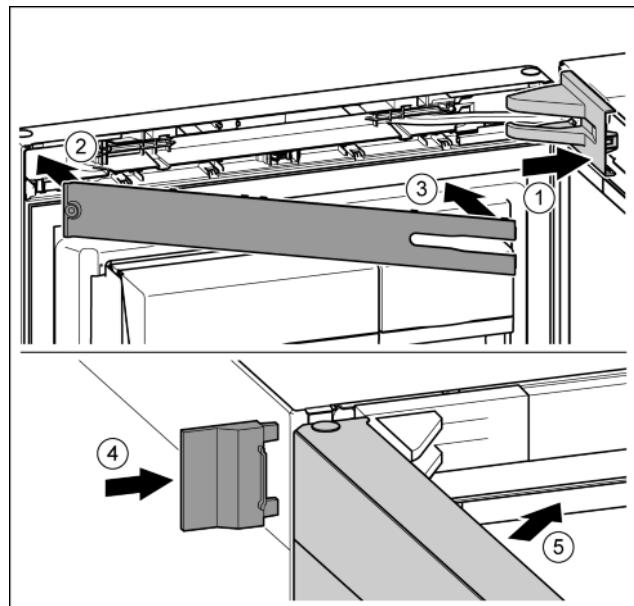

Fig. 39
- ▶ Крышку опорного кронштейна установить и зафиксировать, при необходимости, осторожно разжать. Fig. 39 (1)
- ▶ Установить накладку. Fig. 39 (2)
- ▶ Наклонить и защелкнуть накладку. Fig. 39 (3)
- ▶ Надвинуть внешнюю крышку. Fig. 39 (4)
- ▶ Закрыть верхнюю дверь. Fig. 39 (5)